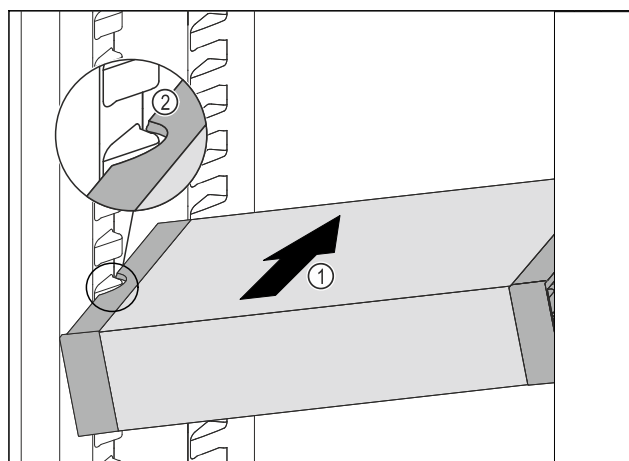

Fig. 88
- Insérer le VarioSafe en biais dans la partie réfrigérateur Fig. 88 (1) jusqu'à ce que les encoches latérales Fig. 88 (2) du VarioSafe se trouvent à la hauteur de la nervure du bac dans la partie réfrigérateur.